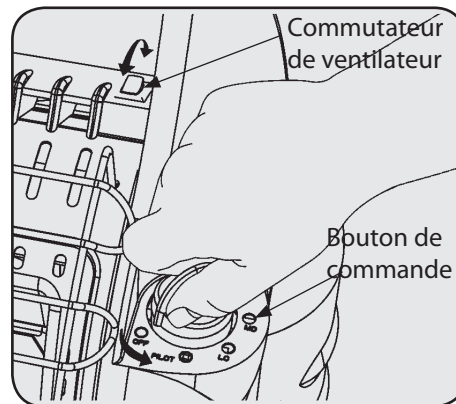

Figure 1
1. Assurez-vous que le bouton de commande quatre positions est la position « OFF » (voir figure 1).
(2) 1 LB. bouteilles de propane sont nécessaires pour utiliser le radiateur en position (HI).
11. Pour augmenter la circulation de la chaleur, activez l'interrupteur de ventilateur rouge. L'interrupteur de ventilateur est situé juste à gauche de la poignée latérale du bouton de commande. Voir Figure 1.
1. Assurez-vous que le bouton de commande à quatre positions est à la position "OFF (Arrêt)". Voir Figure 1.
12. Pour une circulation de chaleur supplémentaire, activez le commutateur rouge du ventilateur. Le commutateur de ventilateur est situé juste à gauche du support de poignée latérale du bouton de commande. Voir la Figure 1.